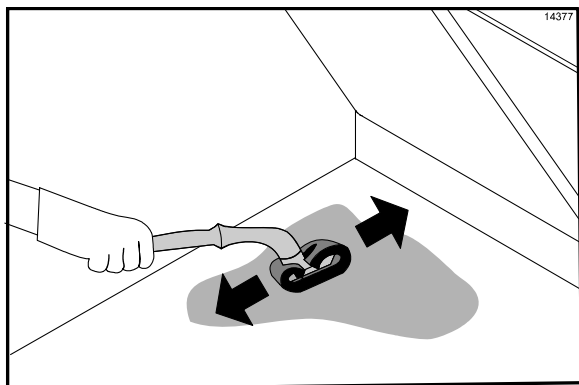

Figura 107
39. Use o porta-esponja de limpeza para esfregar levemente as superfícies inferiores do grill até a solução de limpeza liquefazer a sujeira. No caso de sujeiras mais resistentes, coloque uma quantidade adicional da solução de limpeza e esfregue levemente. (Veja a Figura 107.)